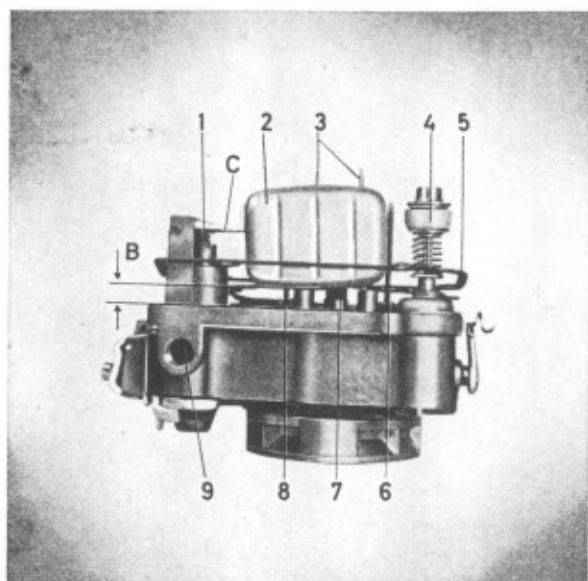

Bild 1-58. Kontroll av flottöرنivå
1. Lossa förbindelsestängan till pumpen. Demontera överdelen av förgasaren. Se bild 1-58.
2. Vänd överdelen, för undan packningen och mät avståndet (B) mellan flottör och lock. Vid stängd ventil skall måttet vara 7,15 mm (9/32"). Jigg T 109—126 kan användas.